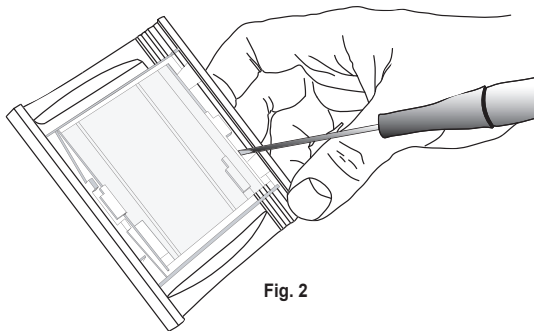

Fig. 2
- Fig. 2 - Utilizzare un cacciavite per togliere il fermacartellino.